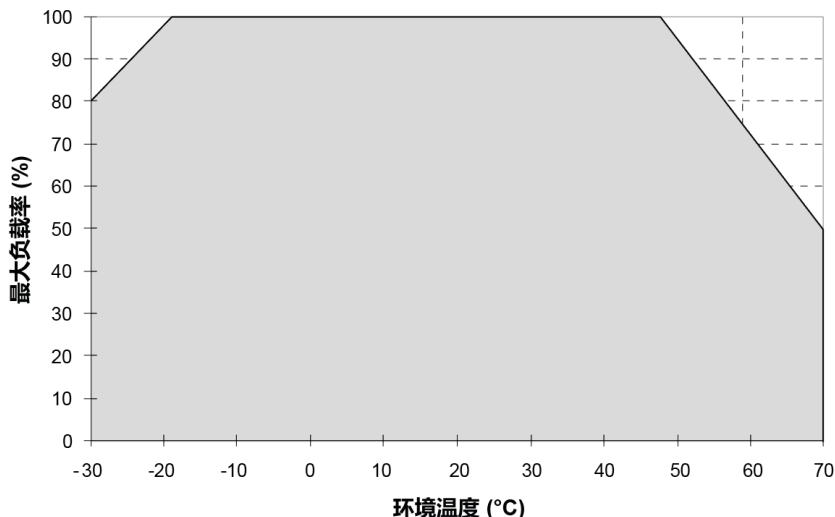

图. 1 垂直及水平安装功率降额
1. 电源如果持续在降额曲线以外区间使用, 可能导致零部件降级或损坏, 具体参照图 1 所示。